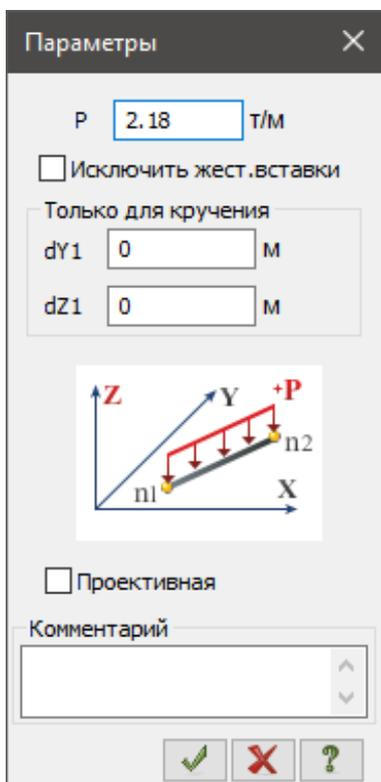

Рис.16.6. Диалоговое окно Параметры
- В этом окне задайте интенсивность нагрузки  $p = 2.18$  т/м (рис.16.6).